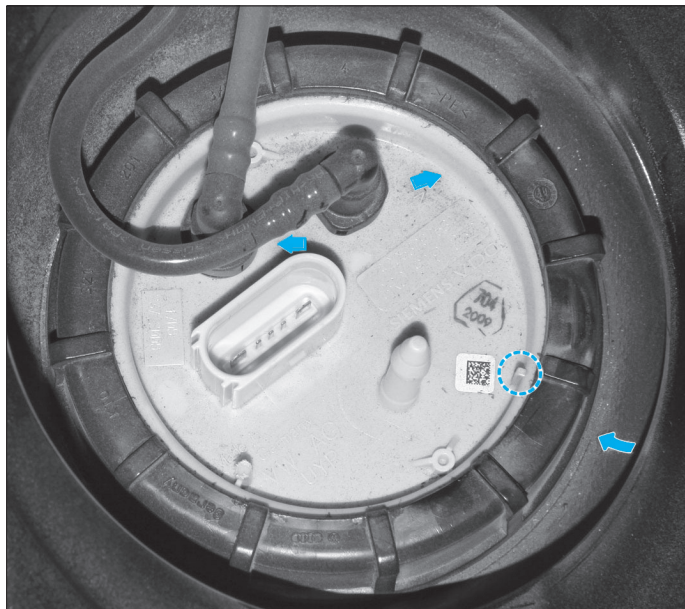

FIG. 59
- Lors de la repose de la pompe, s'assurer de l'alignement de l'ergot de la pompe par rapport à la flèche moulée sur le réservoir à carburant (Fig.59).